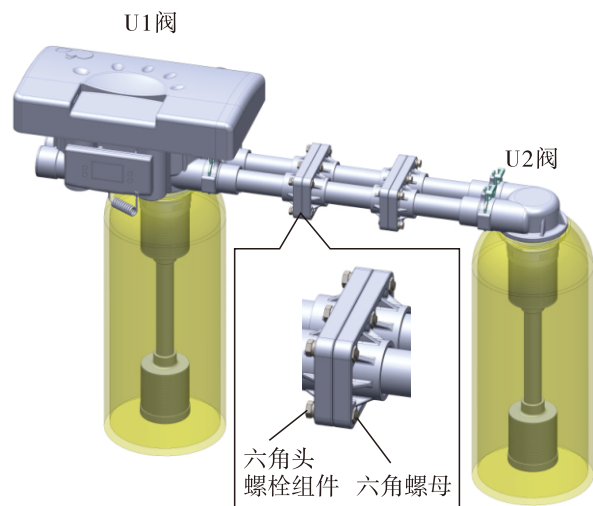

图2-1-4
4、如图2-1-4所示，用六角头螺栓与六角螺母将连接管的法兰连接紧固。